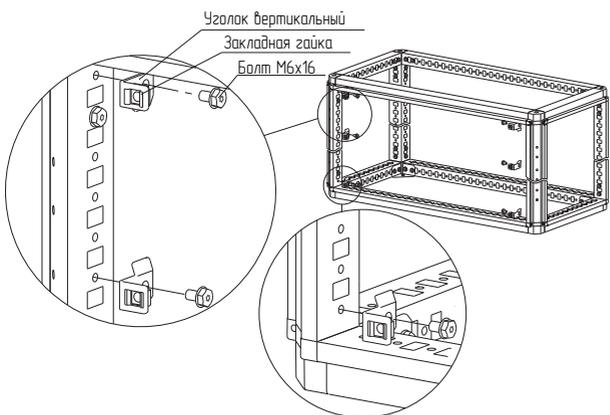

Рисунок 51
4.27.2 В уголки установить закладные гайки и закрепить на каркасе болтами М6×16 в местах, соответствующих высоте фальш-панели внешней компенсирующей (рисунок 51). Момент затяжки – 7 Н·м.